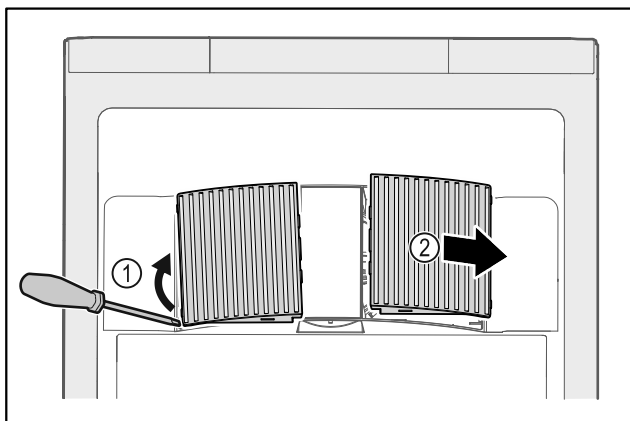

Fig. 140
- Bänd försiktigt loss fläktkåporna på sidan Fig. 140 (1) och ta av dem framåt Fig. 140 (2).